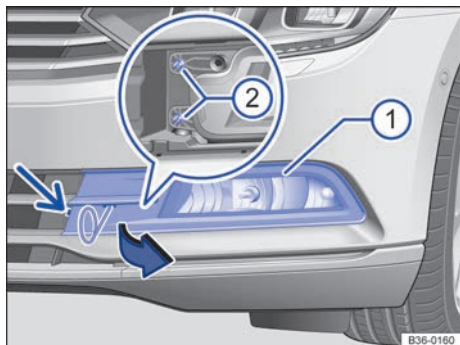

Fig. 276 En el lado izquierdo del paragolpes delantero: faro para la luz antiniebla y la luz diurna.
2. Desenrosque por completo el tornillo de fijación de la cubierta → fig. 276 (flecha pequeña) con el destornillador de las herramientas de a bordo → pág. 356.
3. Introduzca el gancho de alambre de las herramientas de a bordo → pág. 356 en el rebaje tal y como se muestra y tire de la cubierta → fig. 276 ② hacia delante, en el sentido de la flecha, con el gancho.
4. Desenrosque los tornillos de fijación del faro → fig. 276 ② con el destornillador.
13. Enrosque los tornillos de fijación del faro → fig. 276 ②.
14. Vuelva a colocar la cubierta → fig. 276 ① en el paragolpes y encástrela.
15. Enrosque el tornillo de fijación de la cubierta → fig. 276 (flecha pequeña).